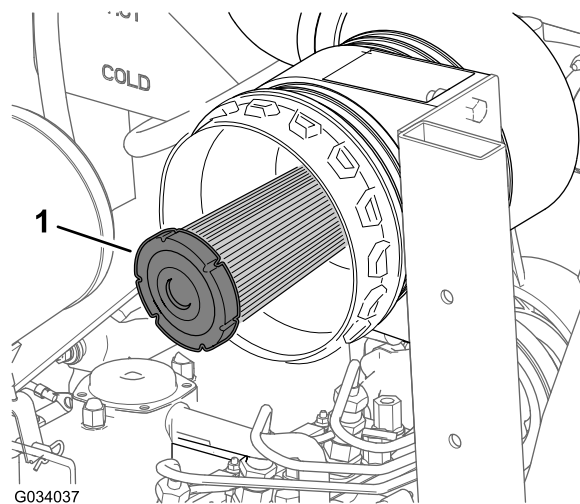

Figura 49
2. Verificate l'assenza di polvere e detriti nel filtro di sicurezza dell'aria (Figura 49).
Importante: Non cercate mai di pulire il filtro di sicurezza (Figura 49). Sostituitelo ogni 3 interventi di manutenzione sul filtro primario.